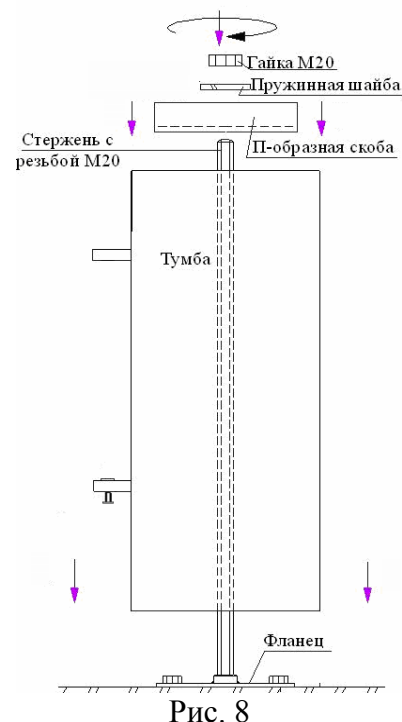

Рис. 8
2. Установите стержень с резьбой М20 в гайку М20 расположенную в центре фланца. Установите тумбу. На выступающий сверху стержень с резьбой наденьте П-образная скоба, таким образом, чтобы она вошла в заранее выполненный паз (паз выполняется в соответствии с черт.1,2 см стр. 5). Зафиксируйте П-образную скобу пружинной шайбой и гайкой М20, затяните гайку М20 усилием руки. Убедитесь, что П-образная скоба находится заподлицо с верхом тумбы. (См. Рис. 8)